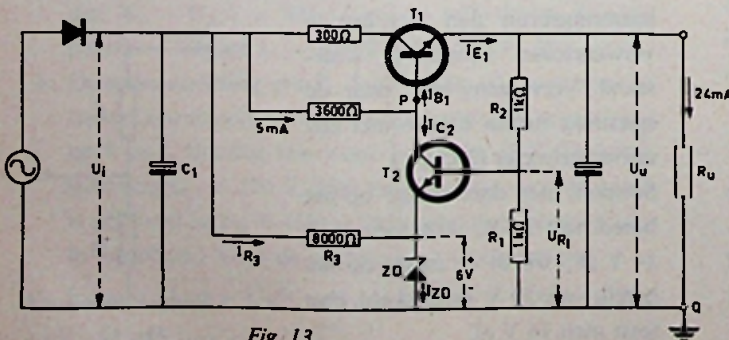

Fig. 13
② Gegeven: De transistoren T_1 en T_2 (zie fig. 13) zijn opgenomen in het regelgedeelte van een gestabiliseerd voedingsapparaat (R_u is de belastingsweerstand). Van T_1 is $\alpha_e = 100$. U_{B-E} van T_1 en van T_2 mogen, evenals I_B van T_2 , verwaarloosbaar klein worden verondersteld. Over de zenerdiode ZD staat 6 volt met de getekende polariteit.